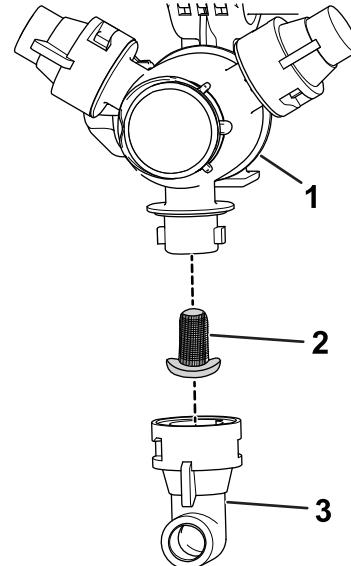

Figure 31
2. Déposez la buse de la tourelle de pulvérisation (Figure 31).
- 3. Déposez le filtre de buse (Figure 31).
- 5. Montez le filtre de buse (Figure 31).
- 6. Montez la buse sur la tourelle de pulvérisation (Figure 31).